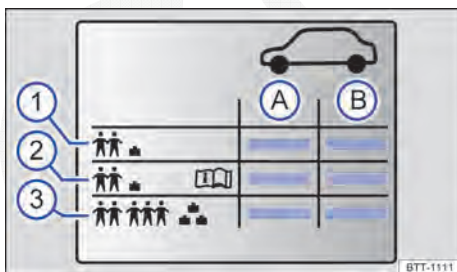

Fig. 185 Símbolos na etiqueta de pressão dos pneus.
⇒ Fig. 185:
Dependendo do veículo, a etiqueta de pressão dos pneus pode ter uma pressão dos pneus de conforto ⇒ Fig. 185 (2). A pressão dos pneus de conforto possibilita aumentar o conforto da condução. Ao conduzir com a pressão dos pneus de conforto, pode aumentar o consumo de energia